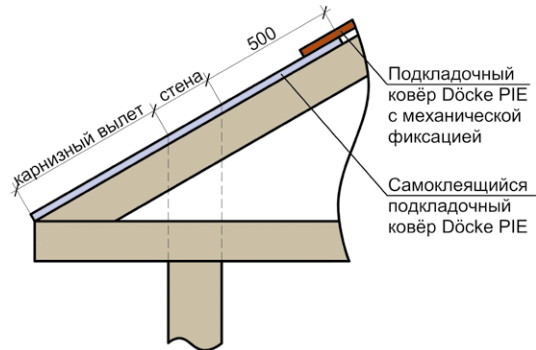
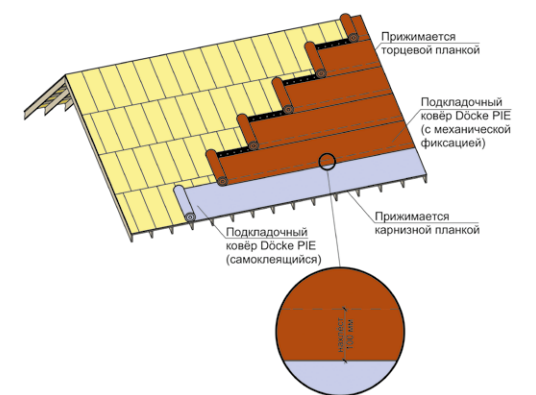

Рис. 8. Схема укладки самоклеящихся подкладочных ковров на карнизный свес.
Рис. 10. Схема расположения подкладочного ковра Döcke (последовательность укладки полотен в соответствии с пунктом 4.1.6.).
4.1.3 В ендову и вдоль карнизного свеса рекомендуется укладывать самоклеящийся подкладочный ковер Döcke. Величина карнизного свеса равна величине карнизного вылета плюс часть ската над стеной плюс 500 мм (рис. 8). Оставшуюся поверхность скатов допускается укрывать подкладочными коврами Döcke с механической фиксацией (рис. 10, рис 12). Также допускается монтаж самоклеящихся подкладочных ковров Döcke по всей площади кровли.
лотен подкладочных ковров Döcke показана на рис. 10. Самоклеящиеся ковры Döcke вдоль карниза снизу прижимаются карнизными планками (п. 5 – «Установка карнизных и торцевых металлических планок»).